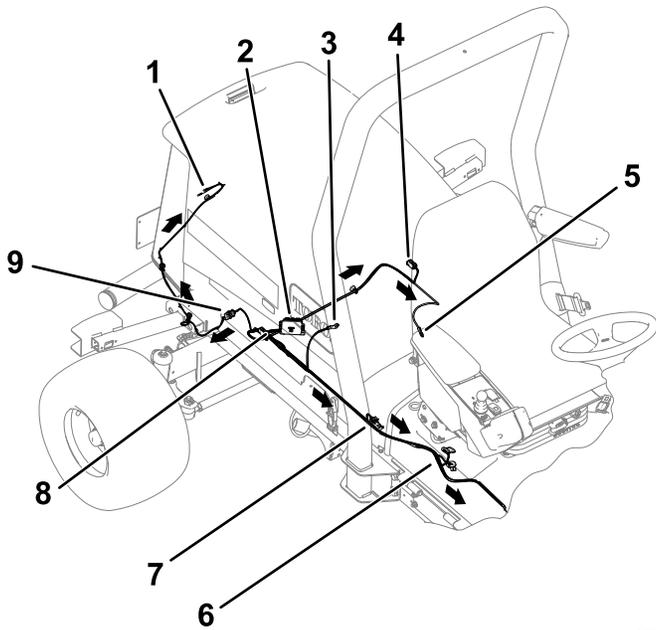
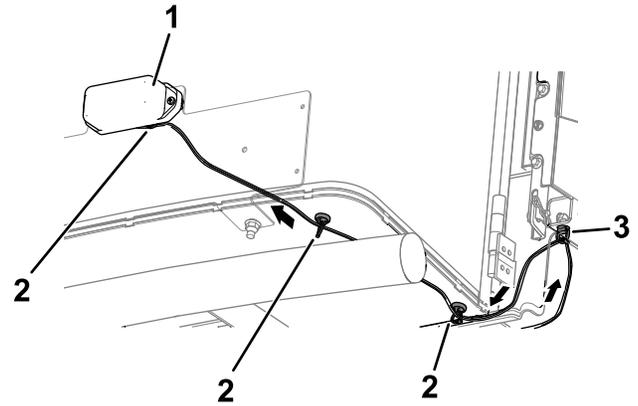

Figure 17
Figure 19
- Acheminez le faisceau électrique vers le côté gauche de la machine, comme montré à la Figure 17.
- Reliez la branche du faisceau électrique relative à la masse du moteur au bloc de mise à la masse (Figure 17).
- Branchez le faisceau électrique aux feux arrière gauche et droit (Figure 17).
- Utilisez le faisceau adaptateur long pour brancher le faisceau aux éclairages de la plaque d'immatriculation (Figure 17 et Figure 19).
Voir la Figure 19 pour connaître l'emplacement correct du support de serre-câble magnétique sur la machine. Placez un aimant sur la face intérieure du support de la plaque d'immatriculation. Faites passer le faisceau adaptateur dans le clip serre-câble que vous avez installé à l'opération précédente.
- Continuez d'acheminer le faisceau électrique le long du profilé de cadre droit (Figure 17).
- Connectez la cosse en anneau au démarreur (Figure 17).
- Branchez le faisceau électrique au gyrophare (Figure 17).
- Branchez le faisceau électrique au contacteur de point mort (Figure 17).